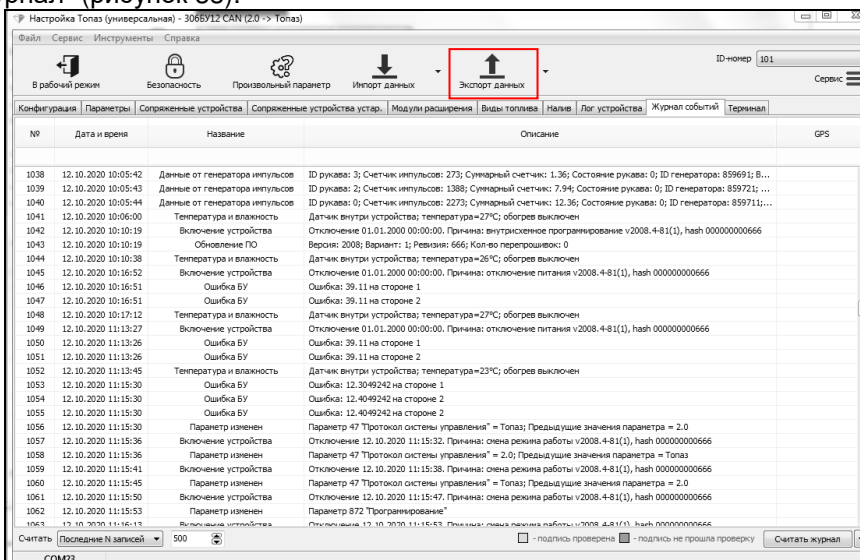

Рисунок 33
- Для считывания журнала событий необходимо выполнить подготовительные действия, описанные в п. 6.1, считать конфигурацию устройства, перейти на вкладку "Журнал событий" и нажать кнопку "Считать журнал" (рисунок 33).